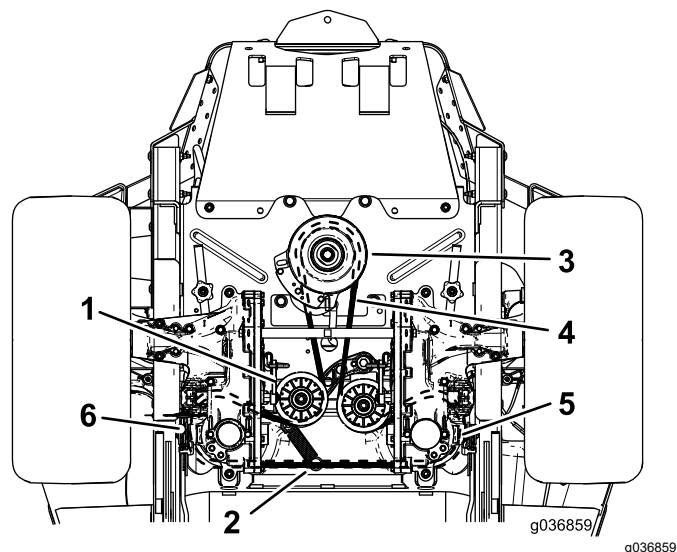

Figure 57
4. Soulevez la machine sur des chandelles (Figure 57).
6. Décrochez le ressort de la poulie de tension du tenon (Figure 57).
8. Placez une courroie neuve sur la poulie du moteur et les 2 poulies de la pompe hydraulique (Figure 57).